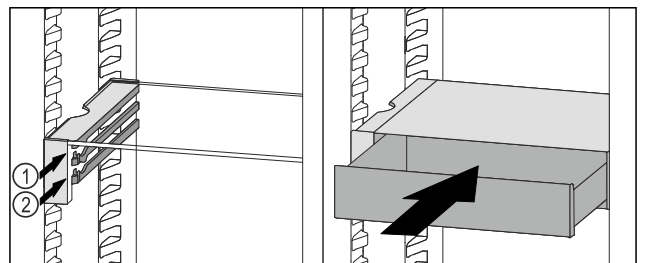

Fig. 83
- ▶ Așezați sertarul VarioSafe în spatele opritoarelor pe nervura dorită Fig. 83 (1) sau Fig. 83 (2).